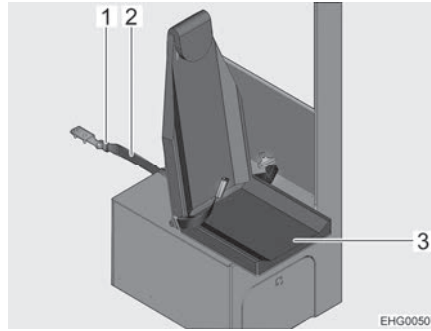

Fig. 21 Bloccaggio del sedile installabile
- Infilare la cintura di ritegno (Fig. 21,2) nella sua chiusura (Fig. 21,1).
- Ribaltare il piano di seduta (Fig. 21,3).